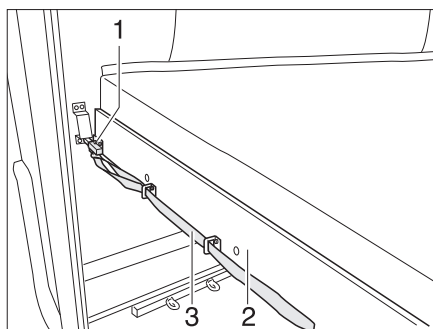

Bild 176 Våningssäng (bak)
- Dra i bandet (Bild 176,3) och lossa spärren (Bild 176,1).
- Dra fram ribbotten (Bild 176,2) med madrassen så att den hakar i.